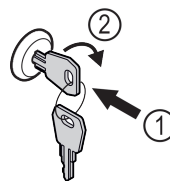

Fig. 160
- ▶ Vstavite ključ Fig. 160 (1).
- ▶ Ključ obrnite v smeri urnih kazalcev za 90° Fig. 160 (2).